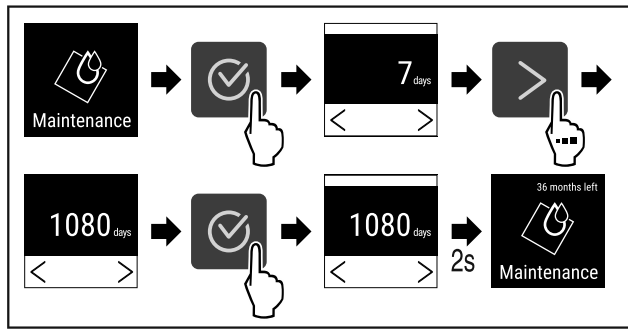

Fig. 74
- ▶ Провести етапи операцій (див. Fig. 74).